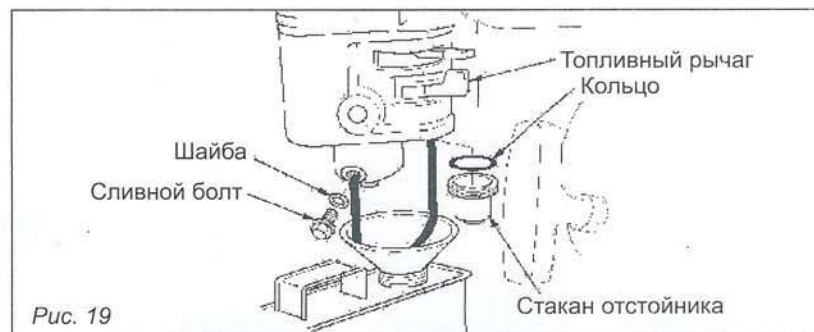

Рис. 19
8.4. Очистка фильтра-отстойника карбюратора (рис. 19).
- Слейте топливо. Закройте топливный кран, снимите отстойник, слейте из него топливо, поместите специальную емкость под карбюратор и слейте в нее топливо, открыв топливный кран. Установите отстойник на место. Выверните сливной болт карбюратора и слейте из него топливо (см. рис. 19).